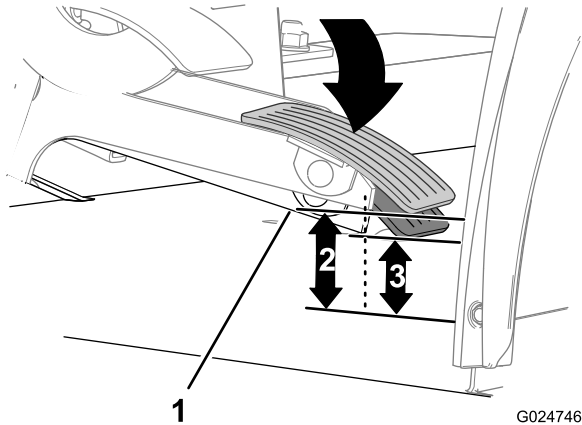

Figura 43
1. Con el pedal del acelerador hacia arriba, mida la distancia entre la esquina inferior trasera del brazo del pedal del acelerador y el suelo (Figura 43).
2. Mueva el pedal suavemente hacia abajo hasta eliminar la holgura entre el pedal del acelerador y el cable del acelerador (Figura 43).
3. Mantenga la posición del pedal para eliminar la holgura, y mida la distancia entre la esquina inferior trasera del brazo del pedal del acelerador y el suelo (Figura 43).